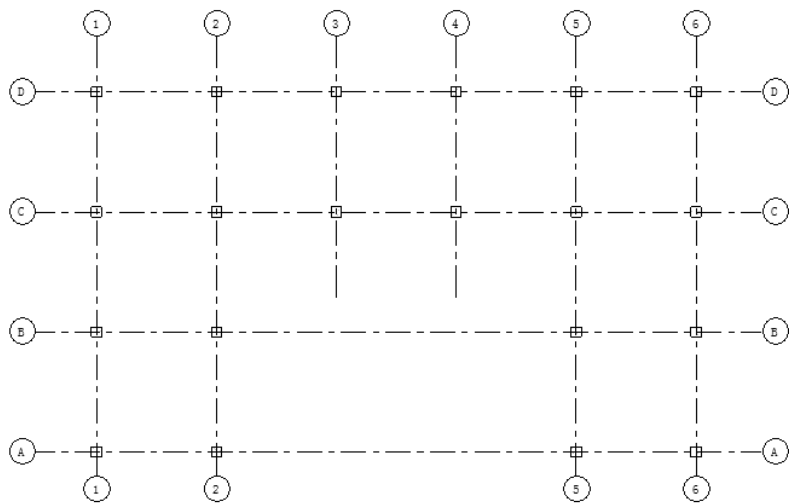

图 5-13 放置柱
(4) 单击“多个”面板中的“完成”按钮，在轴网所有交点处放置结构柱，如图5-13所示。